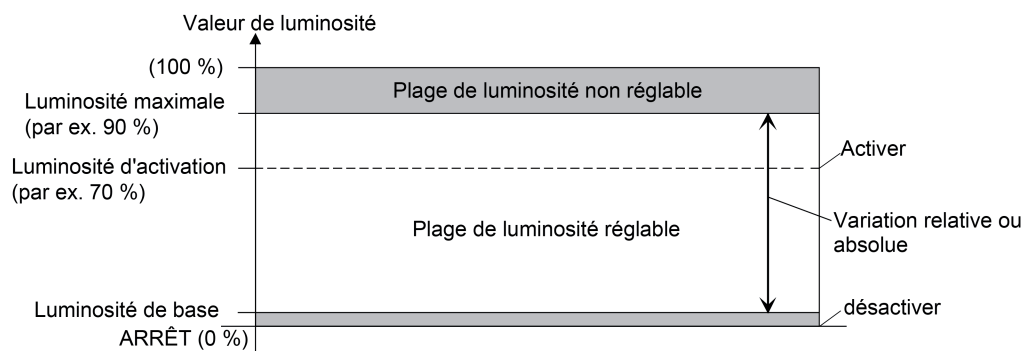

Figure 13: Exemple d'une plage de luminosité avec luminosité de base
- Définition de la limite de luminosité inférieure avec luminosité de base (figure 13) :